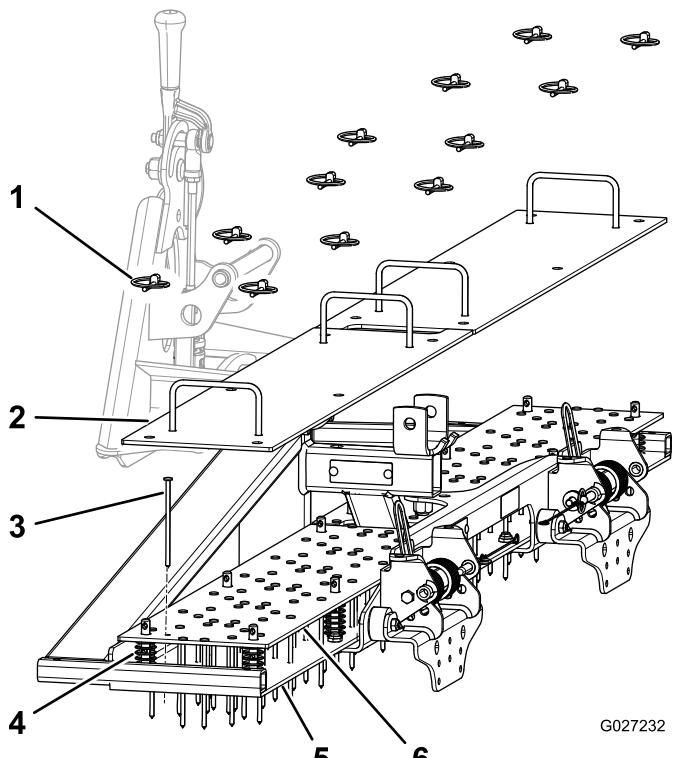

Рисунок 3
- Снимите шплинты (Рисунок 3).
- Снимите верхние планки (Рисунок 3).
- Снимите зубья (Рисунок 3).
- Снимите планки зубьев (Рисунок 3).